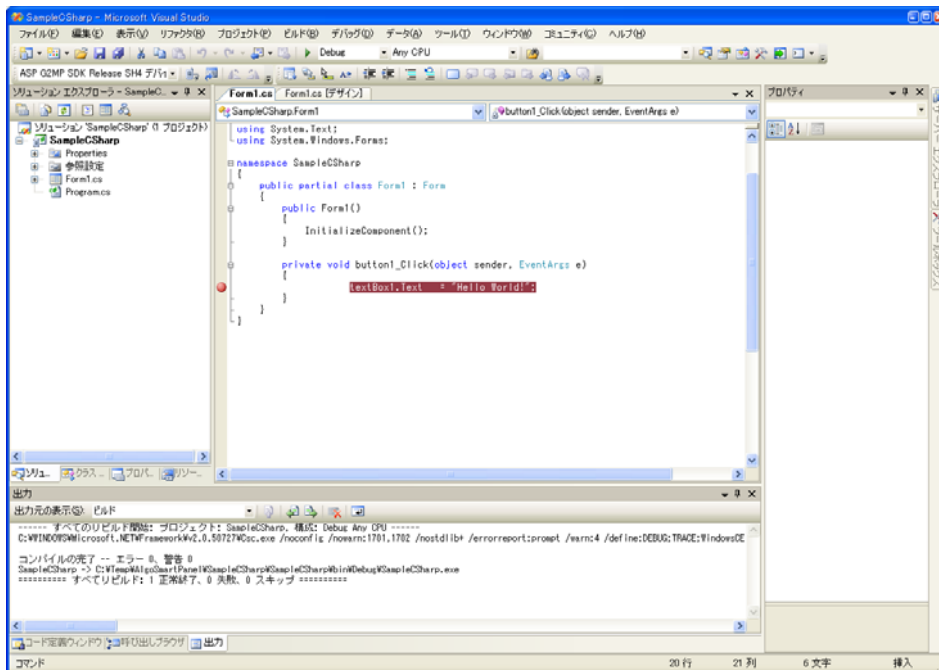

図 4-5-2-2. デバッグの準備
- ⑤ メニューから [デバッグ]-[デバッグの開始] を選択します。転送先デバイスを指定するダイアログが表示されますので、[ASP G2MP SDK Release SH4 デバイス] を選択し [配置] ボタンを押します。(図 4-5-2-3)